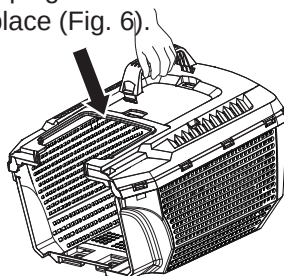

Fig.6
- > Placez la bande en caoutchouc du couvercle dans le plateau en plastique du bac (Fig. 6). Montez la poignée dans les trous et assurez-vous qu'elle tient bien en place (Fig. 6).